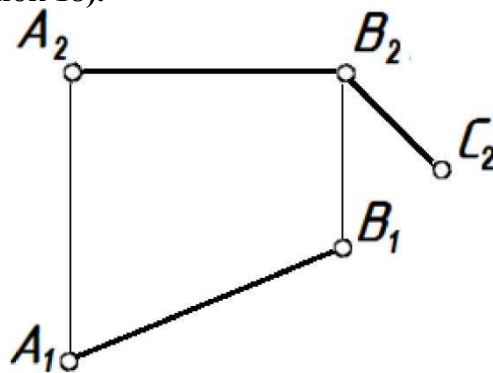

Рисунок 18 – Комплексный чертеж точки и отрезка
**Задание 21. Построить недостающие проекции (горизонтальную и фронтальную) прямоугольника ABCD (рисунок 18).**